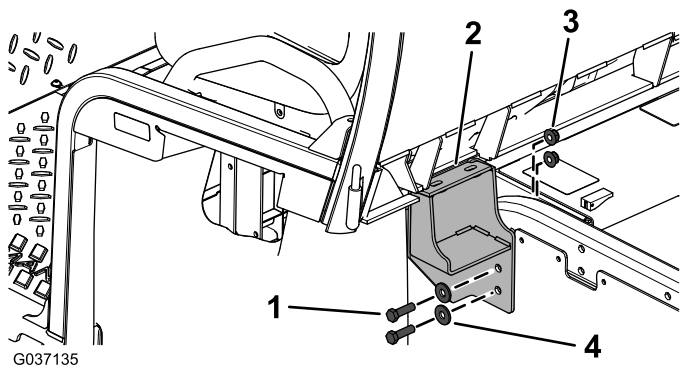

Figura 7
- Attaccate, senza serrarli, i supporti della cabina sinistro e destro alla macchina, utilizzando i bulloni a testa esagonale (3/8" x 1 1/4"), rondelle (3/8") e dadi flangiati (3/8") come mostrato nella Figura 7.
8. Serrare i supporti di sinistra e destra e serrare i bulloni a 58 N·m, come illustrato nella Figura 7.